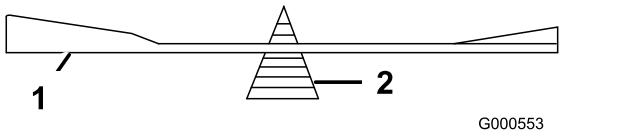

Figura 103
2. Verifique el equilibrio de la cuchilla colocándola sobre un equilibrador de cuchillas (Figura 103).